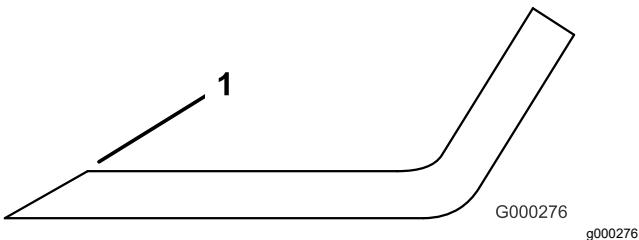

Figura 125
3. Inspeccione los filos de corte de todas las cuchillas, y afílelos si están romos o tienen mellazos (Figura 125).
Nota: Afíle únicamente la parte superior del filo y mantenga el ángulo de corte original para asegurar un filo correcto (Figura 125). La cuchilla permanece equilibrada si se retira la misma cantidad de metal de ambos filos de corte.